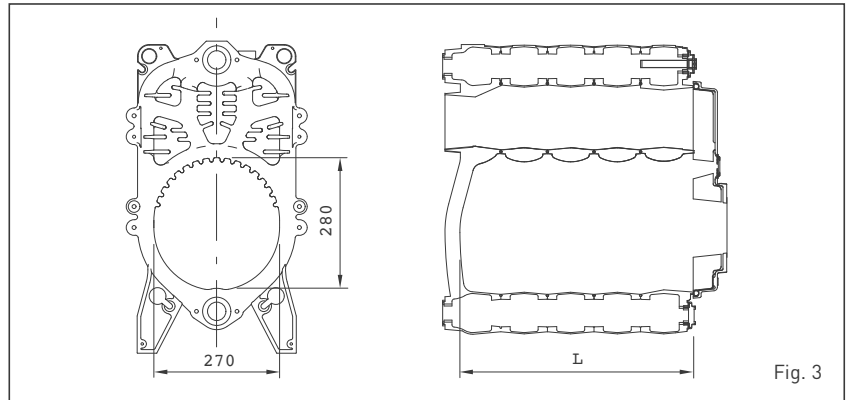

Fig. 3
1.5 CÁMARA DE COMBUSTION (fig. 3)
La cámara de combustión es del tipo con pasaje directo y es conforme a la norma EN 303-3 adjunto E. Las dimensiones están indicadas en la fig. 3.